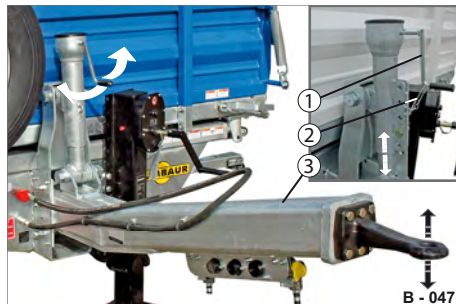

Abb. 52 Höhenverstellung des Zugrohrs
- ▶ Klemmen Sie das Sicherungsseil (Abb. 52/2) ab.
- ▶ Drehen Sie die Kurbel (Abb. 52/1) rechts bzw. linksrum und passen Sie die Höhe des Zugrohrs (Abb. 52/3) der Bolzen-Kupplung (Abb. 54/2) an der Zugmaschine an.